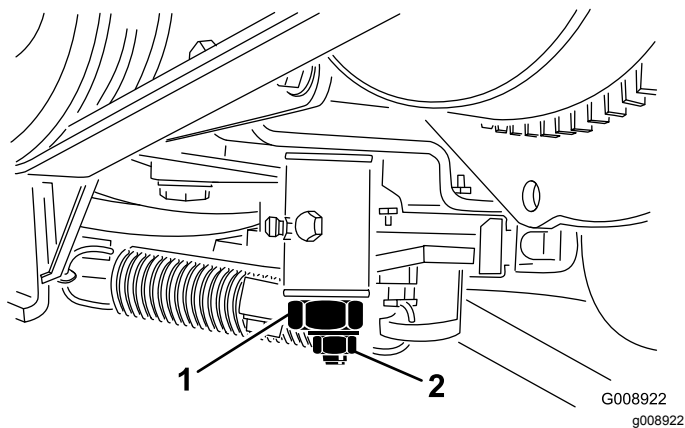

Figura 67
3. Allentate il dado di bloccaggio sulla camma di regolazione della trazione (Figura 67).